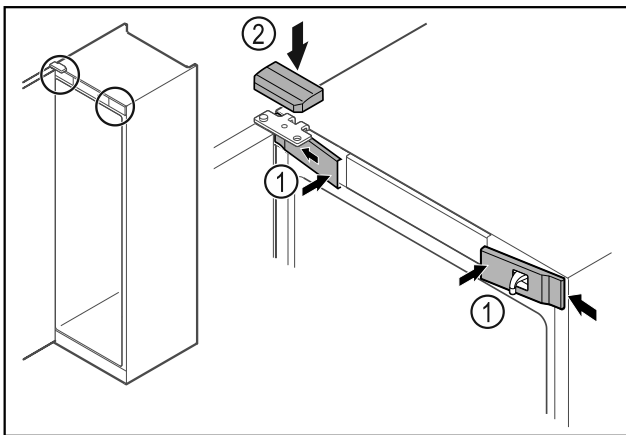

Fig. 43
- Vordere Abdeckungen Fig. 43 (1) seitlich einhaken und aufrasten.
- Obere Abdeckung Fig. 43 (2) von oben aufrasten.